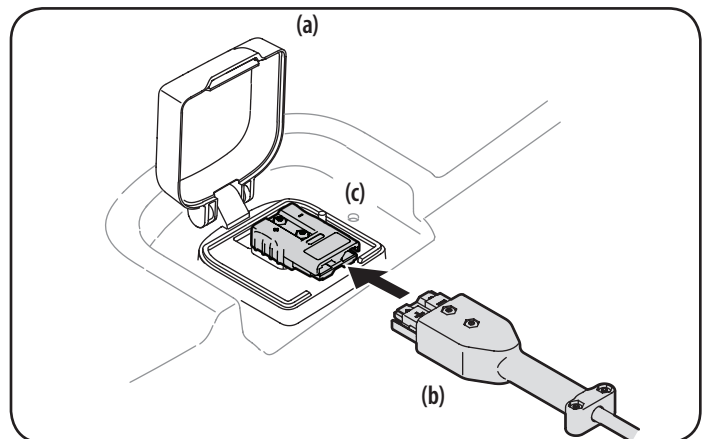

Figura 11
1. Levante la puerta del puerto de carga (a), que se encuentra en el panel posterior del cuerpo de la podadora. Ver Figura 11.